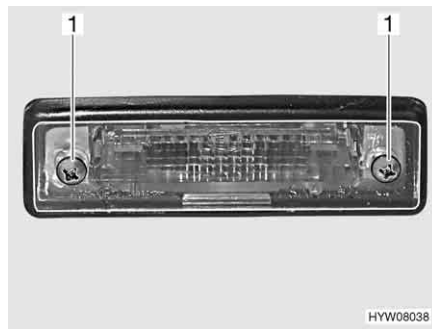

Fig. 128 Luci posteriori (luce targa)
- Svitare due viti degli involucri (Fig. 128,1).